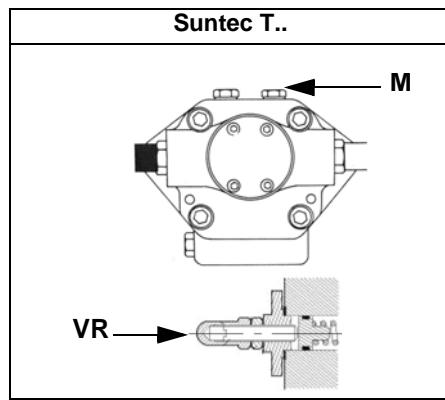
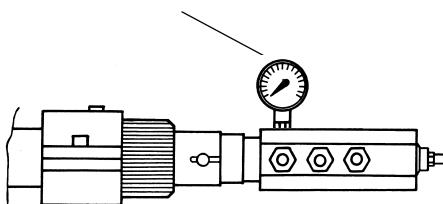

Fig. 23
Fig. 24
- 3 sfriare l'aria dall'attacco (**M**) manometro della pompa (Fig. 23), allentando leggermente il tappo, senza toglierlo; quindi rilasciare il contattore.
- 9 La pressione di alimentazione ugello è già pre-tarata in fabbrica e non deve essere cambiata. Solo se necessario, regolare la pressione di alimentazione (vedi relativo paragrafo) nel modo seguente: inserire un manometro nella posizione indicata in Fig. 24 agire sulla vite di regolazione **VR** della pompa (vedi Fig. 23 e pag. 24) fino ad ottenere una pressione all'ugello pari a 25 bar (vedere grafici a pag. 36);